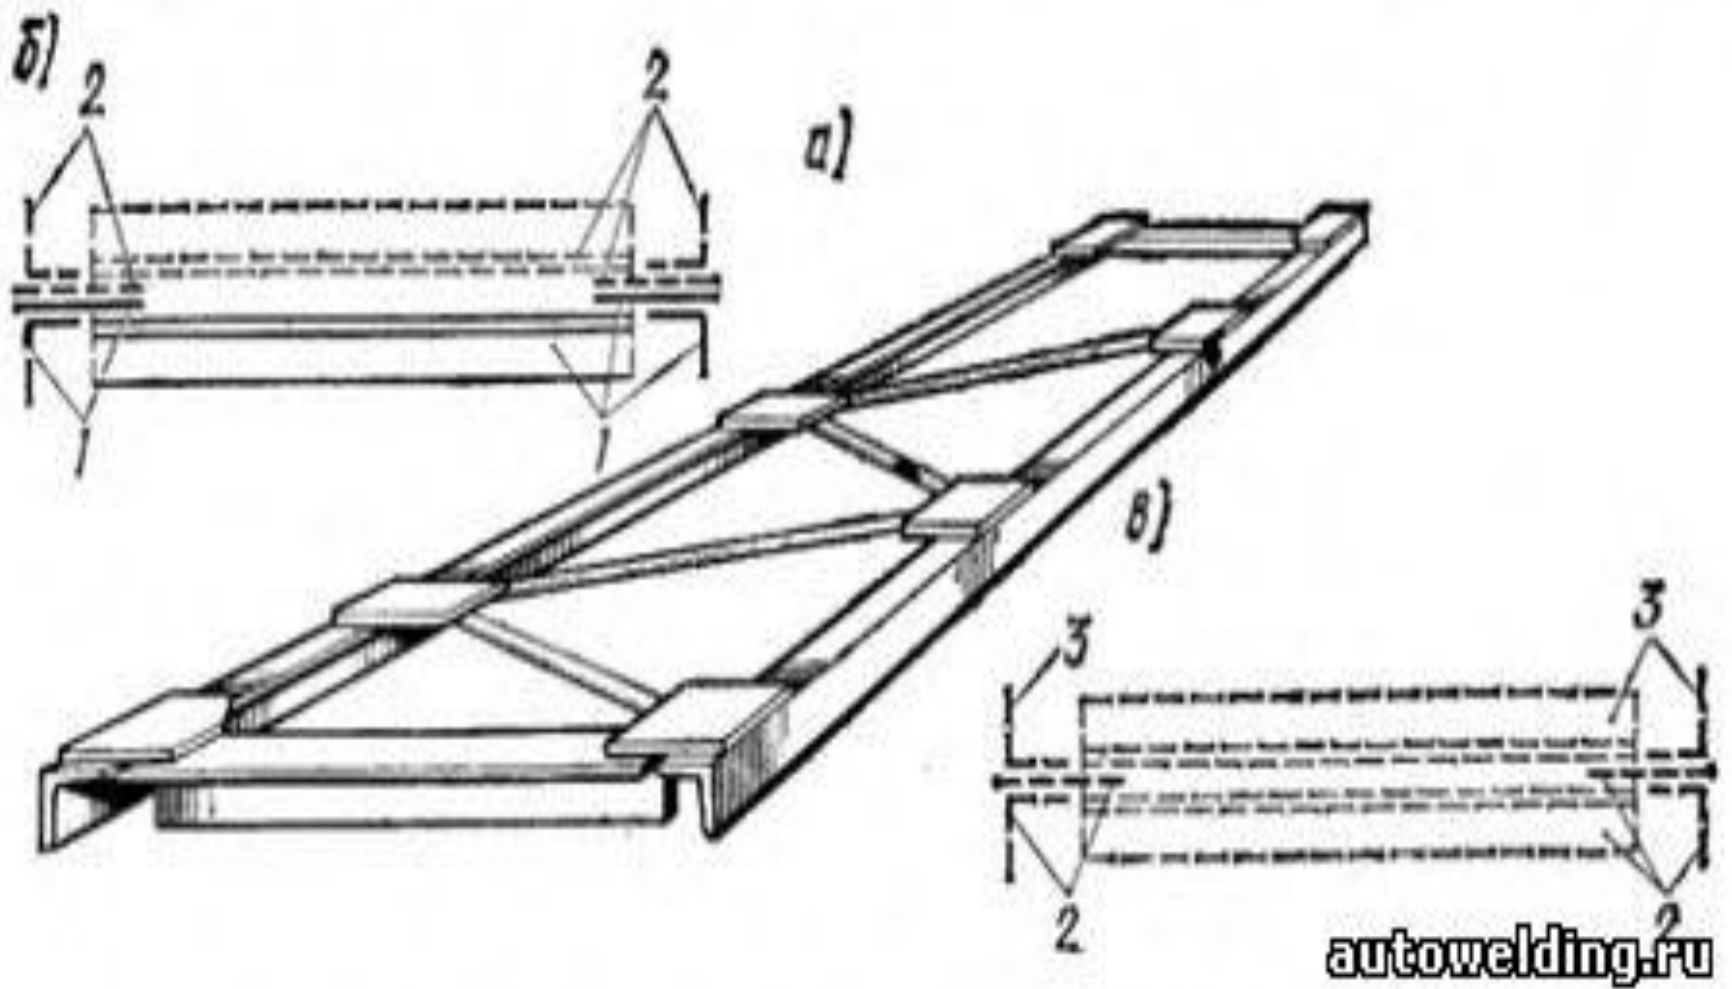

Рис. 1 Метод копирования
- Первую собранную из уголков по разметке ферму (рис. 1,а) закрепляют на стеллаже — она служит копиром.
- При сборке детали каждой очередной фермы 2 раскладывают и совмещают с деталями 1 копирной фермы (рис. 1,б).
- После скрепления деталей 2 прихватками собранную ферму (пока с односторонними уголками) снимают с копира, укладывают на стеллаже отдельно и ставят на нее недостающие парные уголки 3 (рис. 1,в).